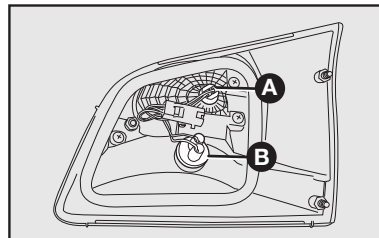

fig. 34
**A-fig. 34:** Luz de posição traseira.
**B-fig. 34:** Luz de marcha a ré.
2) Para substituir a lâmpada da luz de posição, puxar o porta-lâmpada **A-fig. 34** e puxar a lâmpada fixada a pressão. Em seguida, substituir a lâmpada e recolocar o porta-lâmpada.
3) Para substituir a lâmpada da luz de marcha a ré, girar no sentido anti-horário o porta-lâmpada **B-fig. 34** e puxar a lâmpada fixada a pressão. Em seguida, substituir a lâmpada e recolocar o porta-lâmpada, girando-o no sentido horário.